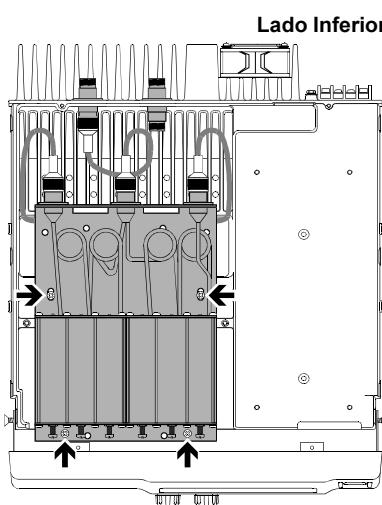
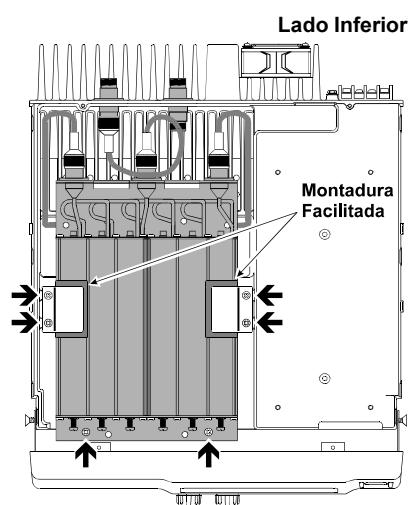

Ilustración 3
Ilustración 4
5. Instale el duplexor, en el compartimento que se encuentra en el lado de abajo del repetidor, utilizando los cuatro (4) tornillos y cable de antena, los cuales se podran encontrar en el "**CT-68**" (Ilustración 3). Algunos duplexores no se montan directamente en el chasis del repetidor. En este caso, utilice la montadura facilitada con el "**CT-68**" (Ilustración 4).